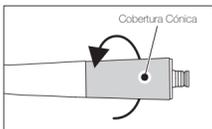

Fig. 39
- 1 Desaperte e remova a cobertura cônica na parte posterior da turbina (Fig. 39).